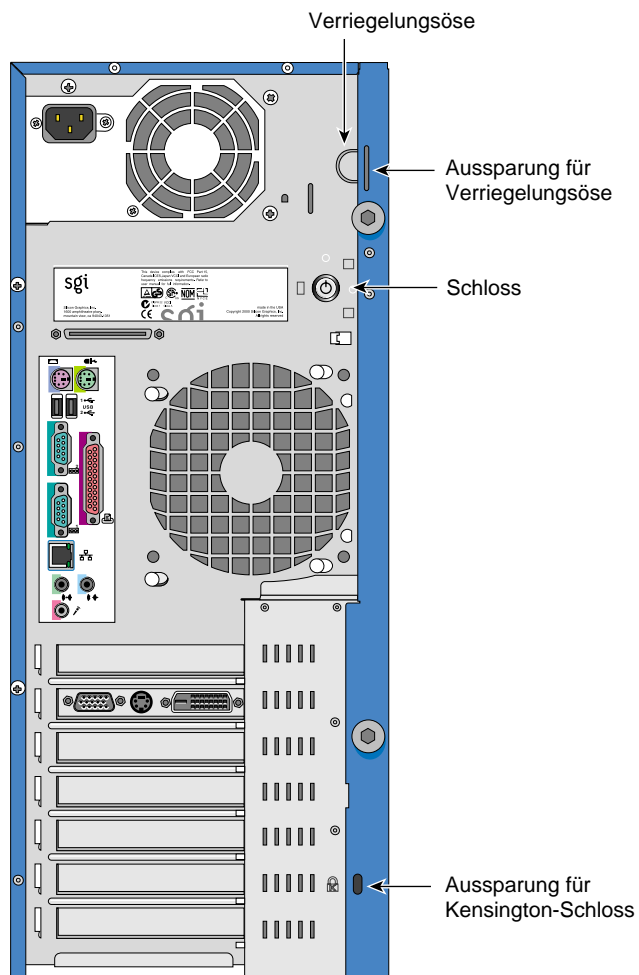

Abbildung 2-27 Lage der Verriegelungsöse
2. An der Rückseite des Gehäuses befindet sich die Verriegelungsöse. Die Lage der Verriegelungsöse geht aus Abbildung 2-27 hervor.
4. An der Rückseite des Gehäuses befindet sich eine nach hinten weisende Aussparung. Die Lage der Aussparung geht aus Abbildung 2-27 hervor.